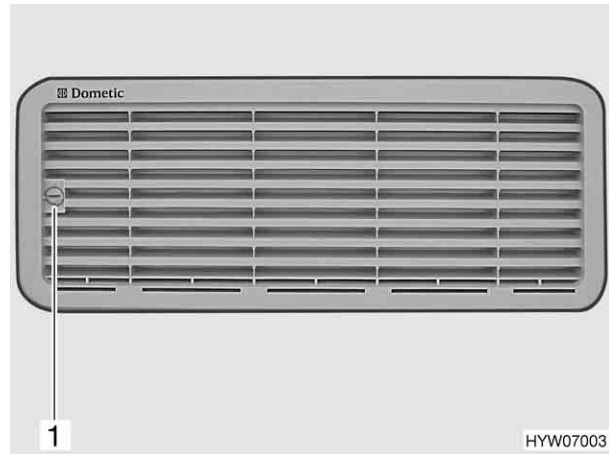

Fig. 134 Grille d'aération du réfrigérateur
- Tourner la vis (Fig. 134,1) d'un quart de tour à l'aide d'une pièce de monnaie.